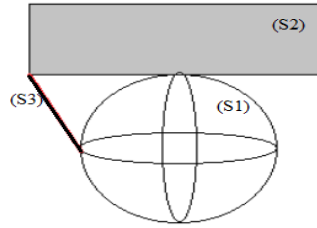

Figure III.6
**Exemple :** si on a un système qui se compose d'une sphère, d'une plaque et d'une barre (Figure III.6), donc :